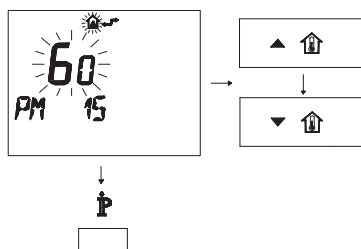

Figura 5.29
- Modificare il SET programmato agendo sui pulsanti  o  fino a visualizzare un **set di 60**, aspettare che il numero programmato cominci a lampeggiare (Figura 5.29).